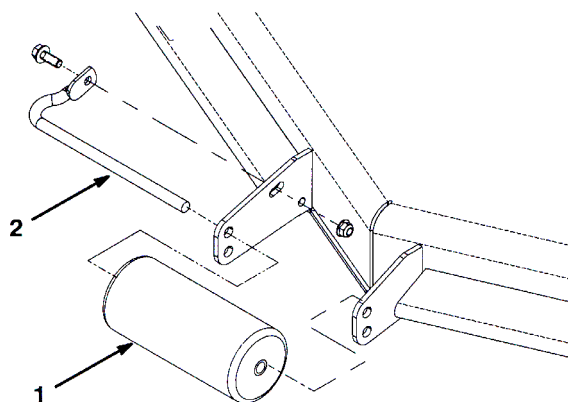

図15
1. ローラのシャフトをデッキのブラケットに固定しているネジとボルトを取り外す (図15)。